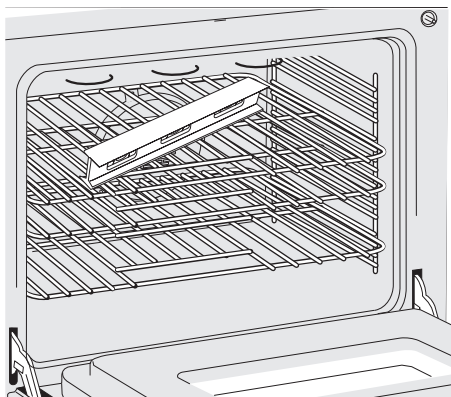
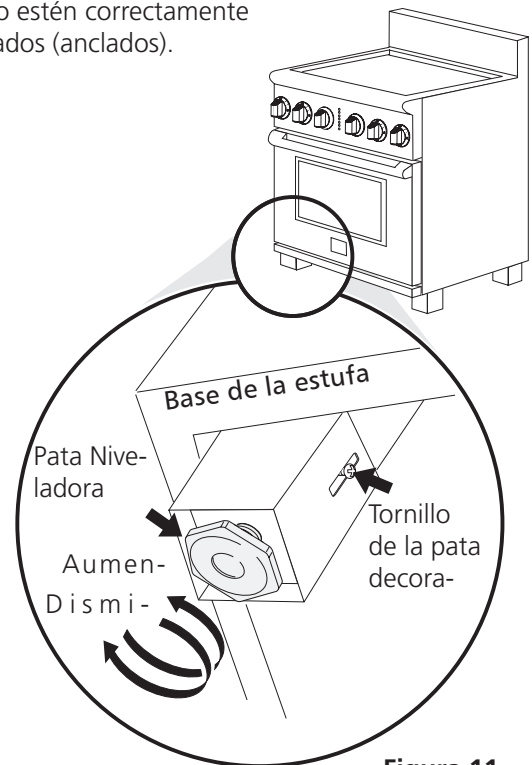

Figura 6
Figura 11
2. Ponga un nivel sobre la parrilla (figura 6). Ponga un nivel sobre la parrilla. Tome dos lecturas con el nivel puesto diagonalmente en una dirección y después en la otra. Nivele la estufa, si es necesario, ajustando las 4 patas niveladoras con una llave de tuercas (vea la figura 11).
6. Nivele la estufa si es necesario, ajustando las 4 patas niveladoras con una llave ajustable. Afloje el tornillo que fija la pata decorativa y levántelo para alcanzar la pata de nivelación. Dé vuelta a la pata de nivelación a la izquierda para levantar la estufa o a la derecha para bajar la estufa (véase la figura 11). Reemplace las patas decorativas según su conveniencia.